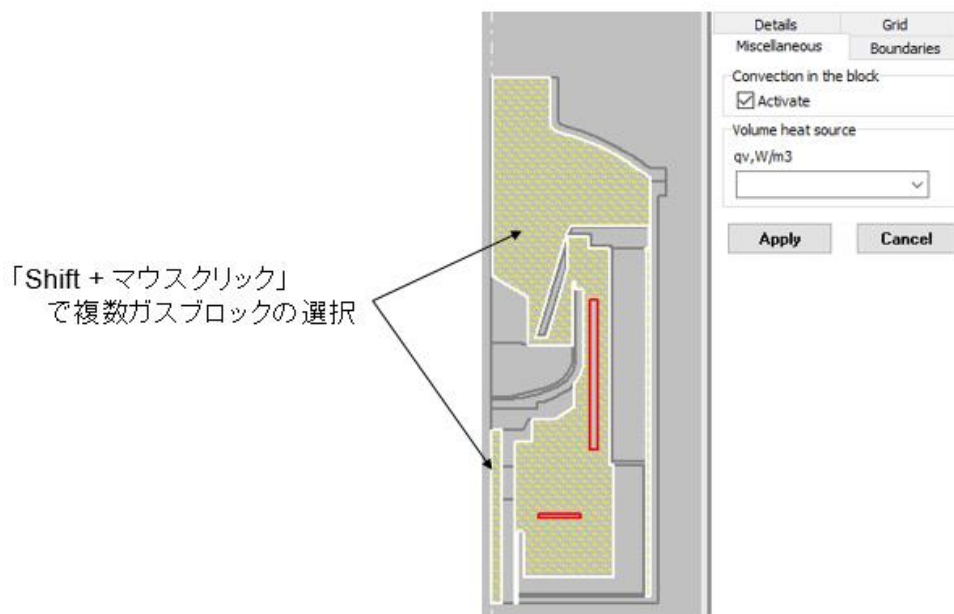

図 3. ガス対流考慮の選択画面 (Shift+マウスクリックで複数選択が可能)
- ガスブロックにおける対流考慮の複数ブロック同時選択機能 (図 3)